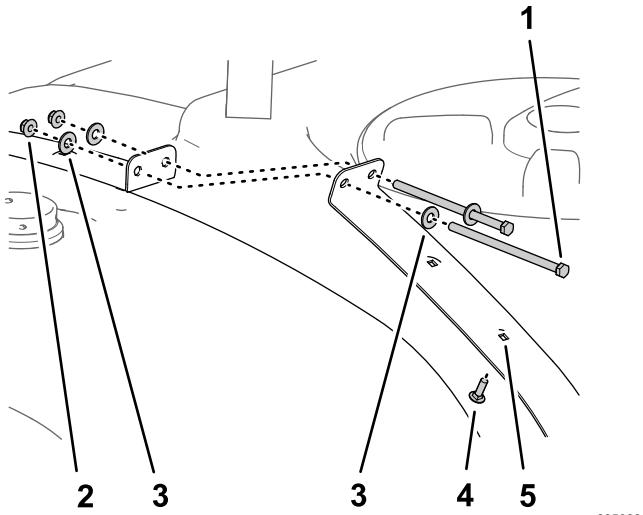

图 28
1. 拆下固定喷洒药缸前面的半根箍带的 2 个螺栓 $\frac{3}{8} \times 7$ 英寸、4 个垫圈 $\frac{3}{8}$ 英寸和 2 个锁紧螺母 $\frac{3}{8}$ 英寸图 28。
2. 将托架螺栓 $5/16 \times 1$ 英寸插入半根箍带的第二个孔中如图 28 所示。
3. 使用您在步骤 1 中拆下的 2 个螺栓、4 个垫圈和 2 个锁紧螺母将前箍带的两半组装在一起并用手拧紧螺栓和螺母图 28。